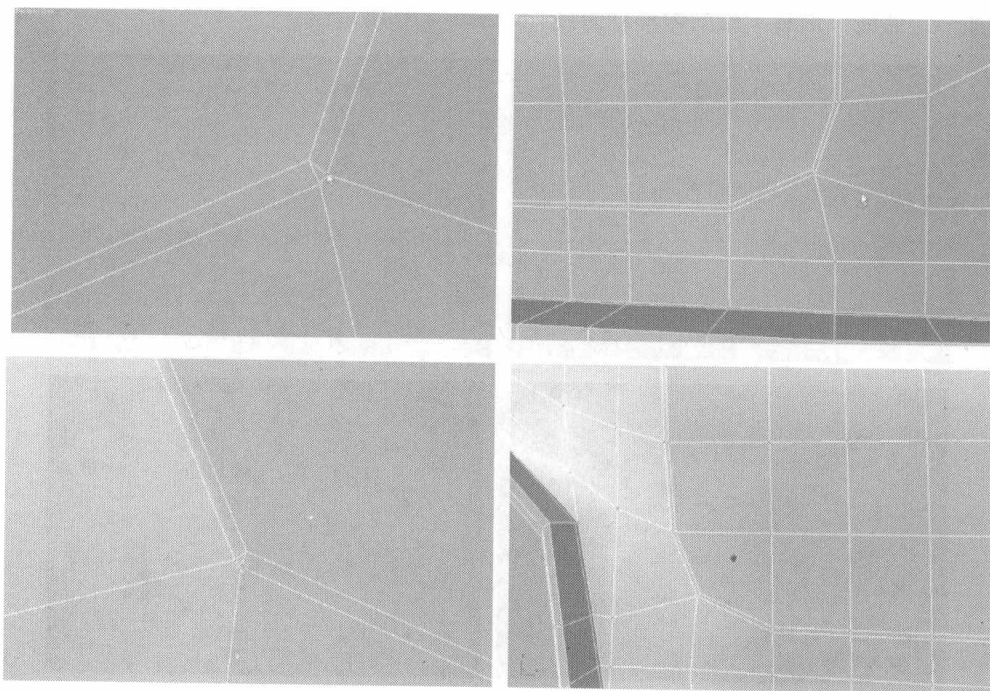

图 7.166
- 14 单击 **Target Weld** 按钮，焊接图 7.166 中的节点。